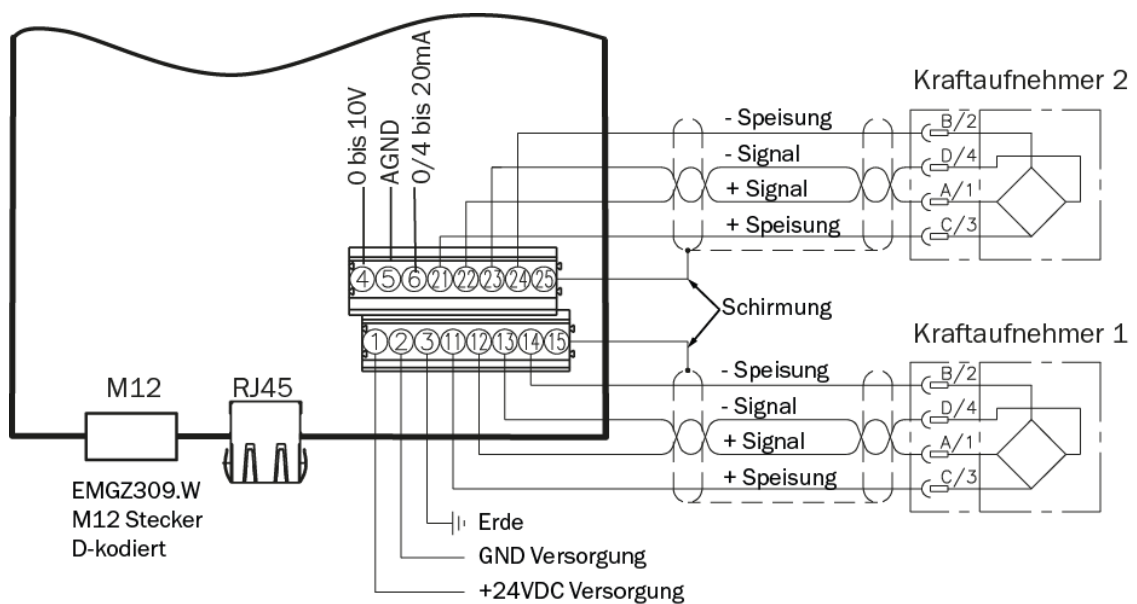

Bild 3: Anschlussschema EMGZ309
2. Schliessen Sie die Kraftmessaufnehmer an die Verstärker an (siehe Bild 3)
1. Schliessen Sie den ersten Kraftsensor an (siehe **Bild 3**)